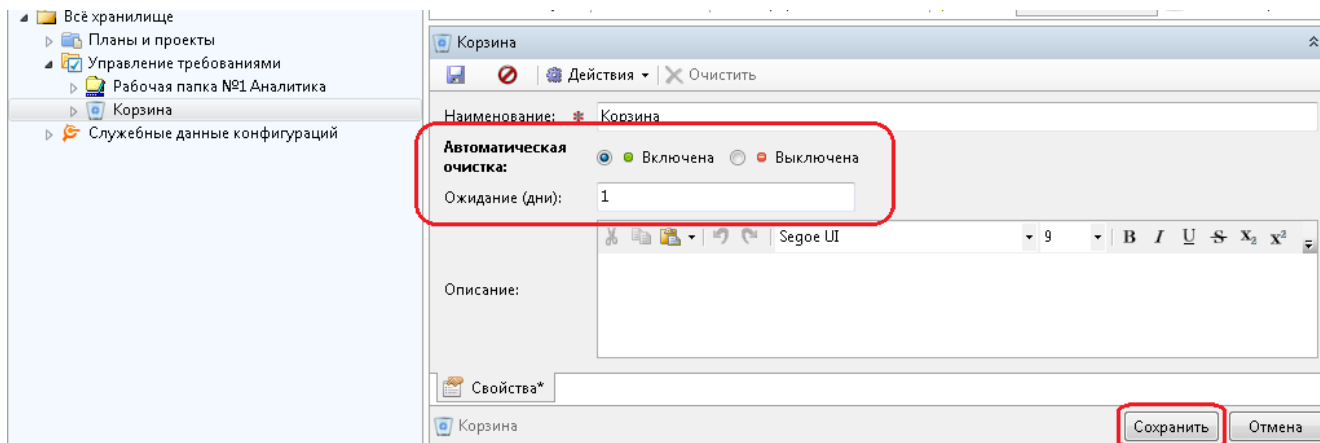

Рисунок 353 — Настройка параметров Корзины
- нажать «Сохранить» (Рисунок 353).